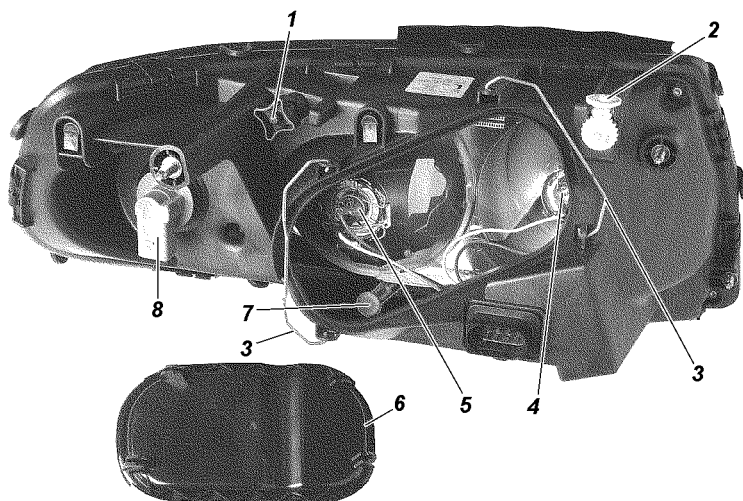

Рис. 9.42. Фара без ДХО:
3. Включите ближний свет фар и, поочередно закрывая каждую фару, вращением регулировочного винта 1 (рис. 9.42) и регулировочной шестерни 2 добейтесь, чтобы светотеневая граница слева от точек Е и Е' совпала с линией 1, а справа - с линиями 2 и 2' для левой и правой фар соответственно. Точки перелома светотеневой границы должны совпадать с точками Е и Е'.
Замена ламп фар. Для замены лампы указателей поворота снимите колодку с патрона 8 (см. рис. 9.42), поверните патрон по часовой стрелке (для правой фары) или против часовой стрелки (для левой фары) и выньте патрон в сборе с лампой.